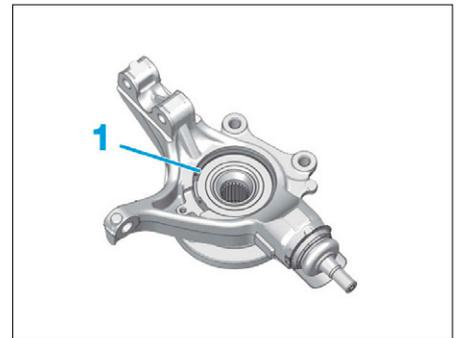

FIG. 37
- Déposer l'agrafe de maintien de roulement (1) (Fig.37) du moyeu avant.